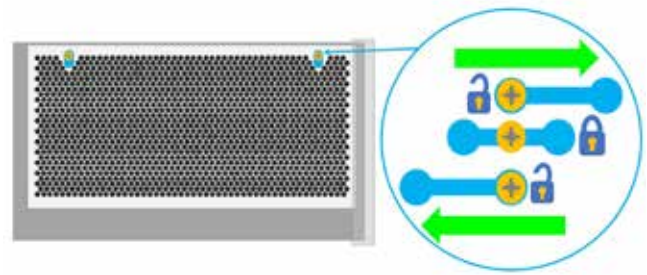

Fig 10 Fente de fixation de la vis de l'os de chien
3. Le premier couvercle peut alors être poussé vers la droite pour le dégager de la fente de la vis, (voir figure 10) puis être tiré vers l'avant et soulevé vers le haut pour être retiré. Pour les couvercles supplémentaires installés sur les unités 1500 ou 2000, desserrez les vis de fixation et retirez-les comme pour les couvercles précédents.